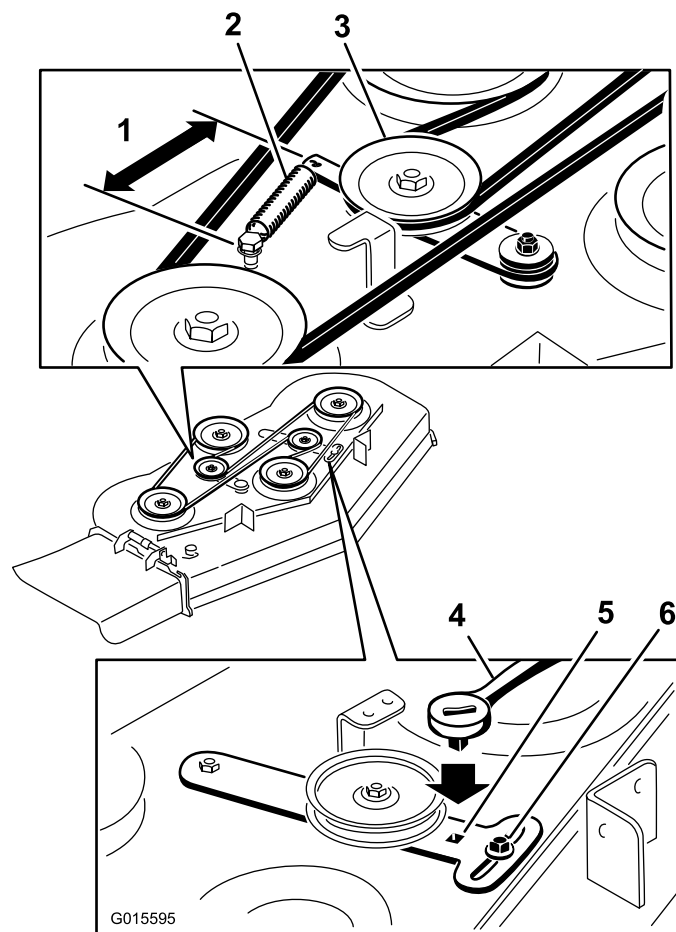

Bild 66
5. Nehmen Sie den verschlissenen Mähwerkriemen ab (Bild 66).
6. Verlegen Sie einen neuen Mähwerkriemen um die Riemenscheiben des Mähwerks und der Kupplung (Bild 66).
7. Stecken Sie eine Ratsche in den Spannarm und ziehen Sie die Spannscheibe fest, bis die Feder zwischen den Haken 165 mm gedehnt ist (Bild 66).